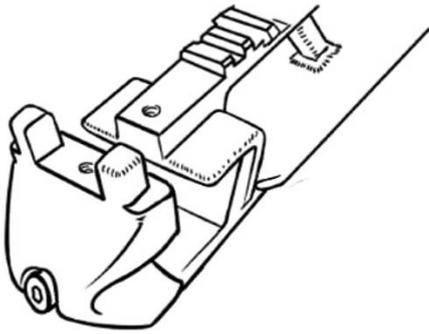

Рис.1
1. Поверните арбалет разъемом для установки плеч кверху (Рис.1).